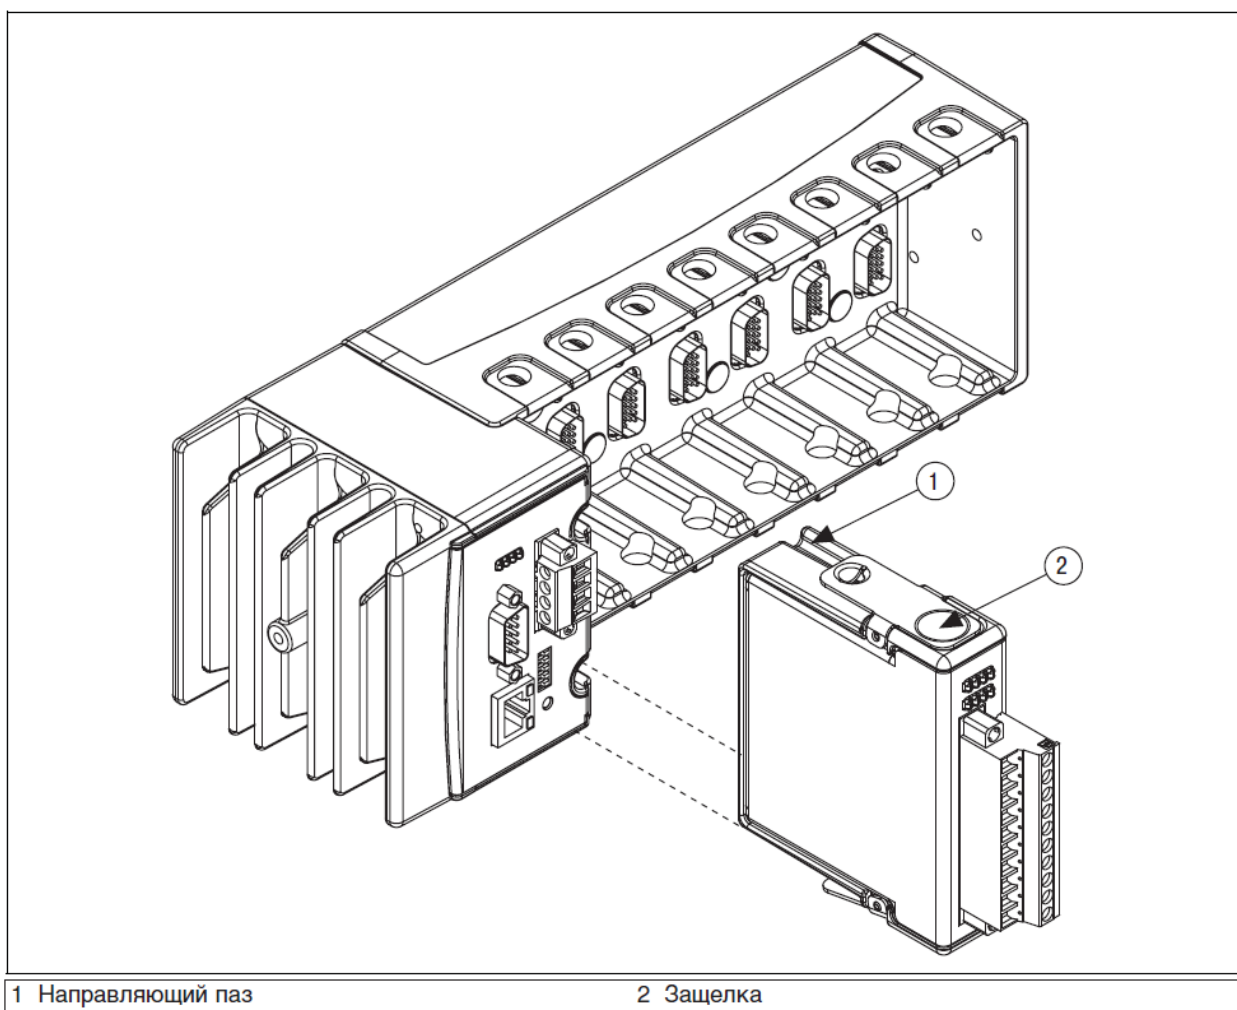

Рисунок 13. Установка модуля ввода/вывода в шасси (изображен вариант с восемью разъемами)
2. Убедитесь, что модули ввода/вывода со стороны подводки сигнальных проводов не подключены к источнику электропитания. Если система установлена в безопасной зоне, во время установки модулей ввода/вывода электропитание шасси может быть включено. Расположите модуль ввода/вывода в соответствии с модульным слотом ввода/вывода на шасси, как показано на Рис. 13. Модульные слоты пронумерованы от 1 до 8 слева направо.